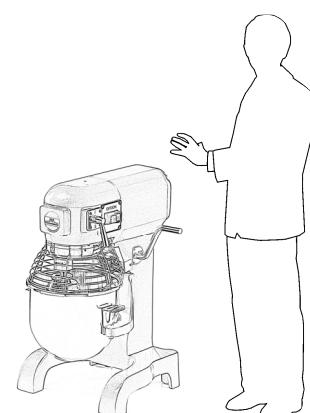

FIG. n.9 - Position correcte corretta
6. se placer correctement de façon à éviter tout risque d'accidents (voir FIG. n.9): le corps doit être perpendiculaire au plan de travail; les mains ne doivent pas forcer les composants de la machine ou entraver les mouvements de celle-ci.